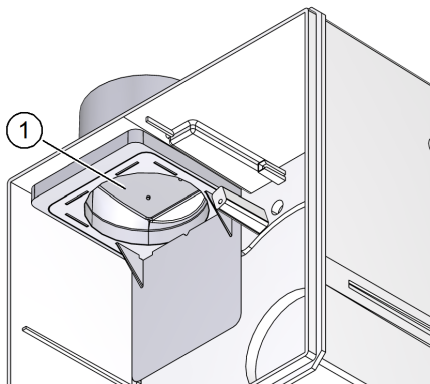

Рис. 4: проверить работу возвратного клапана, вытяжка сбоку
- ▶ Проверьте работу и доступ к обратному клапану (поз. 1 на рис. 4 или 5). Удалите возможные загрязнения.